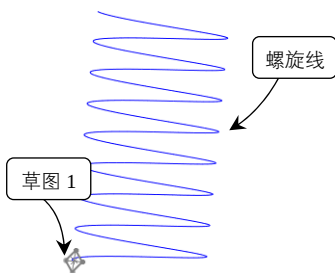

图 4-53 素材文件
- 01 打开素材库中的“第 4 章/4-5 简单扫描.sldprt”文件，如图 4-53 所示。